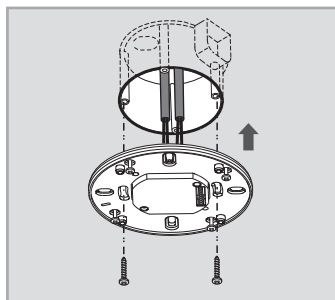

FIG.11
- Fixe a caixa de alimentação na caixa de junção padrão Europeia com 2 unidades de parafusos (Consulte a FIG. 11).